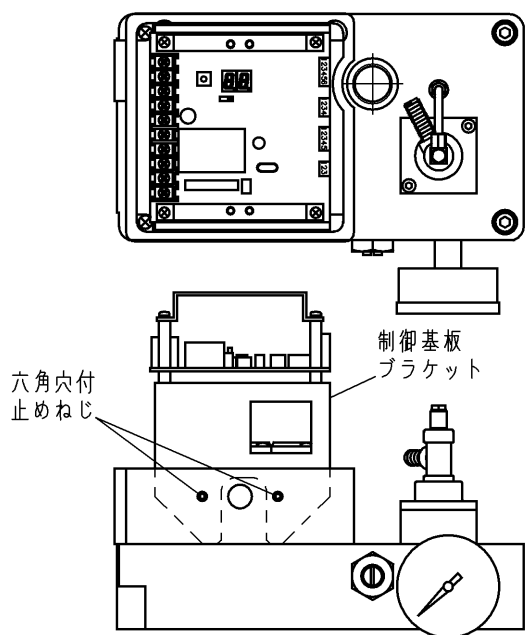

図 15
4. スペーサを 3 本の十字穴付小ねじで固定します。(図 15)